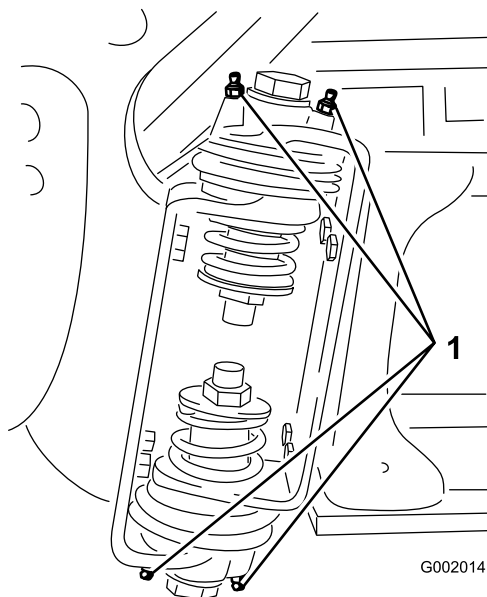

Figura 43
2. Bombear grasa en el cojinete o casquillo de cada punto de engrase Figura 43.